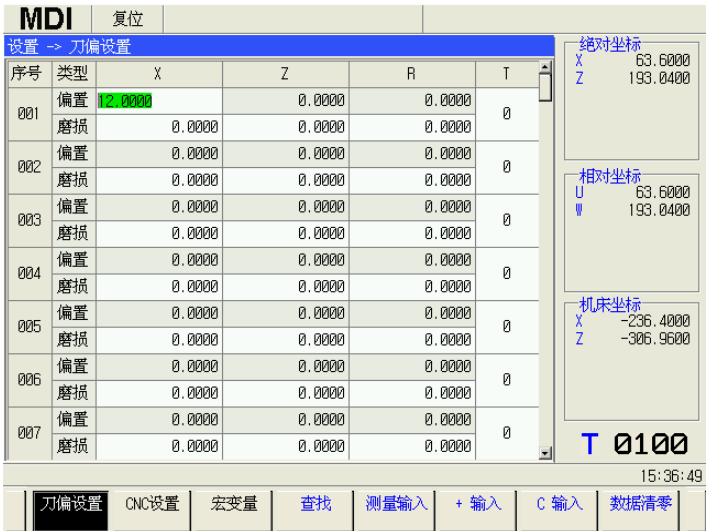

图 2-13 刀偏输入页面
(3) 用数字键直接修改刀偏数据、磨损数据或对应的假想刀尖方向号 T；或按  键使该选中的刀偏值处于可输入状态，如图 2-13 中 001 号刀偏的 X 轴偏置，再用数字键修改刀偏数据、磨损数据或对应的假想刀尖方向号 T；